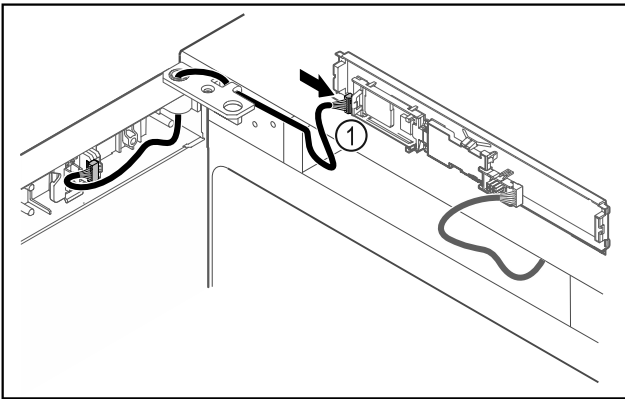

Fig. 43
- ▶ Dugja be a dugót Fig. 43 (1) a NYÁK-on.